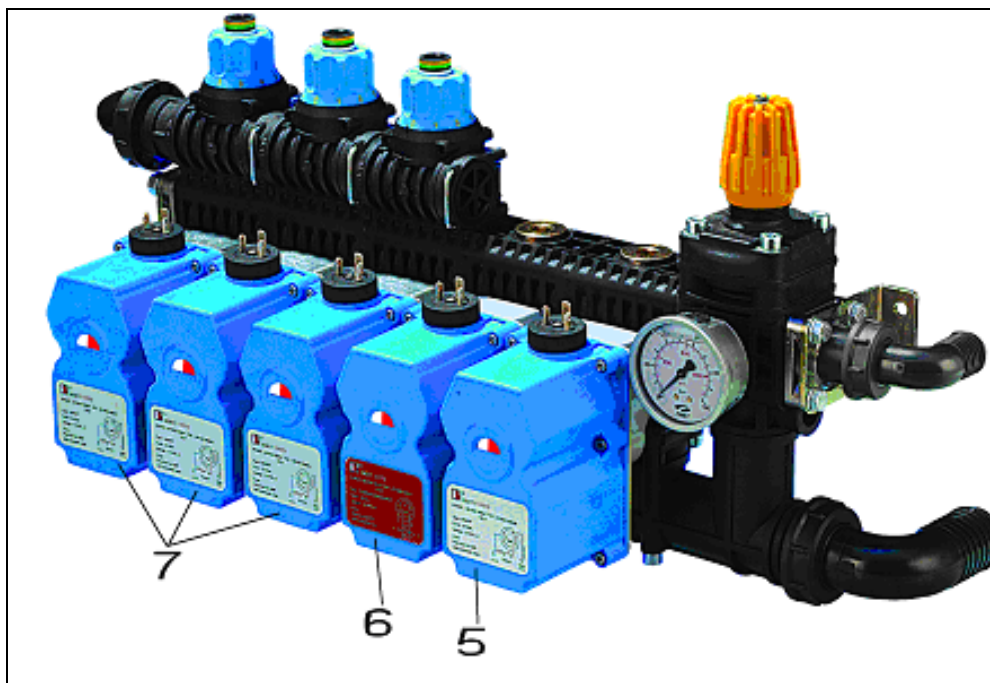

Fig. 11
Quando l'interruttore della valvola generale (1) è in Off tutte le valvole di sezione (7) (Fig. 11) si trovano in posizione di chiusura indipendentemente dallo stato del relativo interruttore. Viceversa se l'interruttore della valvola generale si trova in posizione di On lo stato di apertura o chiusura delle singole valvole è stabilito dalla posizione del relativo interruttore, in questa condizione è possibile movimentare ogni singola sezione (Interruttore verso l'alto = valvola aperta e led acceso)
Quando l'interruttore di sezione (2) è in posizione di Off, le valvole di sezione (7) (Fig. 11) sono chiuse, quando è in posizione di On le valvole di sezione sono aperte (Interruttore verso l'alto = valvola aperta e led acceso)
Quando viene utilizzato l'interruttore (3), il computer automaticamente si converte da Automatico a Manuale. Nello stesso tempo il motore per la regolazione di pressione (6) (Fig. 11) viene messo in moto nella direzione richiesta (+o -) per tutto il tempo in cui l'interruttore viene premuto. La portata in uscita l/ha può quindi essere modificata manualmente. Durante questa funzione la valvola volumetrica si muove ad una velocità ridotta rispetto al controllo normale per permettere all'operatore una maggior sensibilità di regolazione.